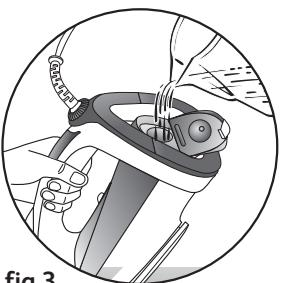

fig.3
- Den Wassertank bis zur Markierung „MAX“ auffüllen – Abb.3.